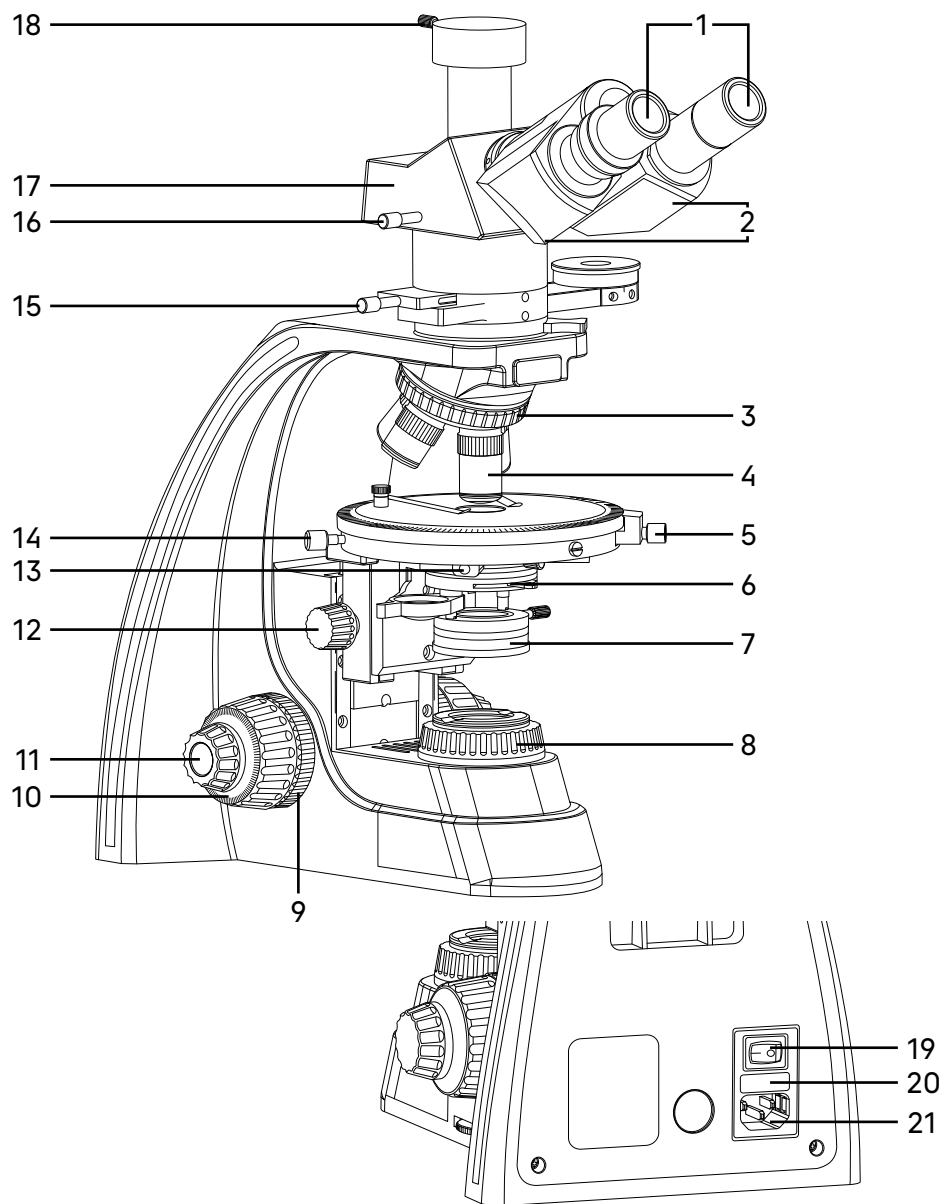
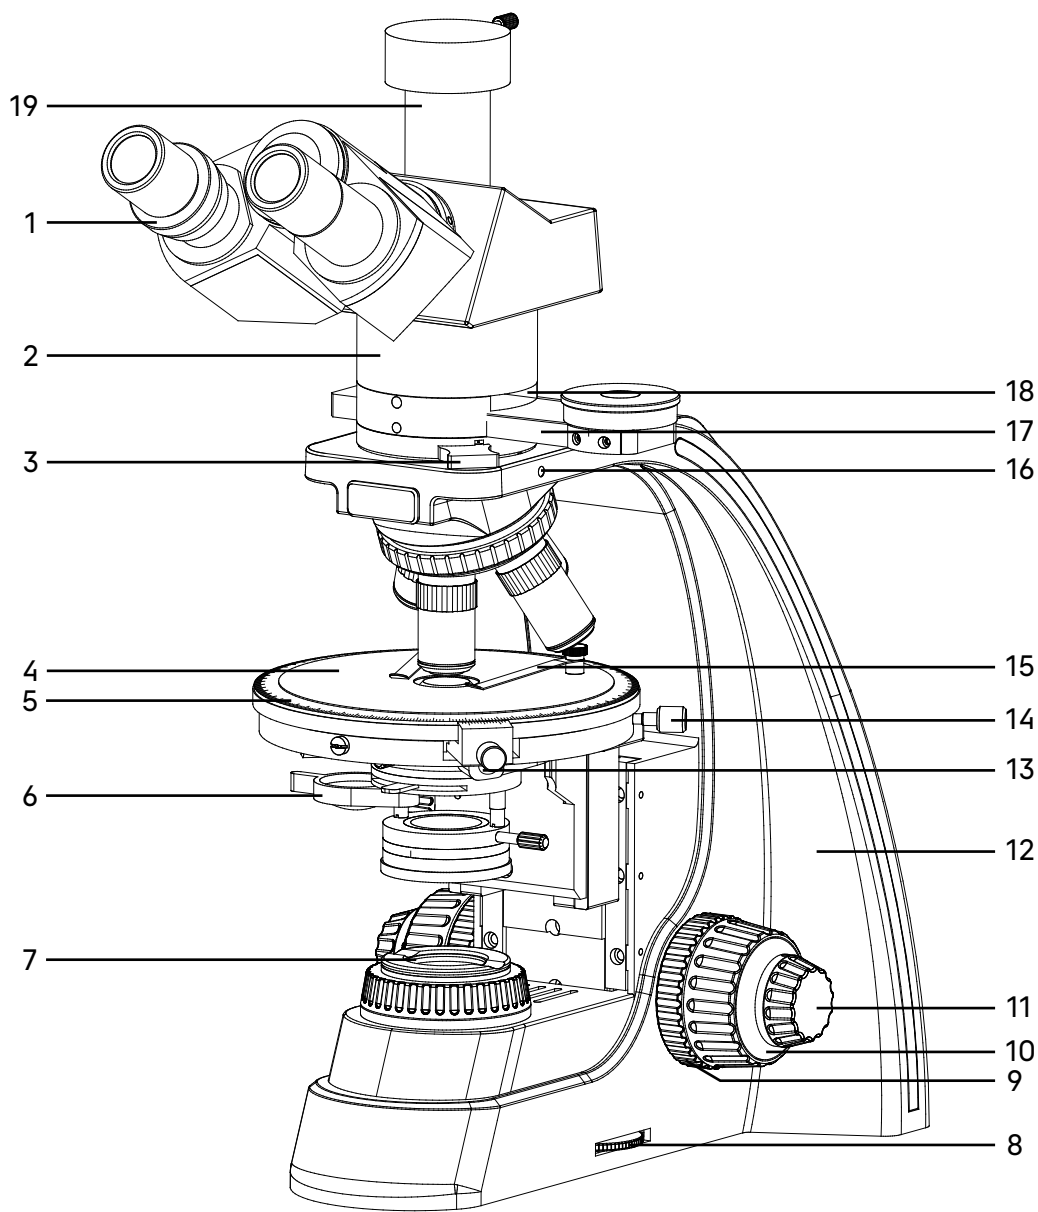

Рис. 1. Микроскоп MAGUS Pol 800. Вид слева
Рис. 2. Микроскоп MAGUS Pol 800. Вид справа
Общий вид микроскопа представлен на рис. 1 и 2.
Штатив 12 (рис. 2) имеет устойчивую эргономичную конструкцию.
- револьвер 3 (рис. 1) с объективами 4 (рис. 1);
- предметный столик 4 (рис. 2);
- кронштейн конденсора (не показан на рис. 1 и 2);
- коллектор в оправе 8 (рис. 1).
На задней стенке штатива расположены выключатель питания 19 (рис. 1), держатель предохранителя 20 (рис. 1) и разъем для сетевого шнура 21 (рис. 1), посредством которого микроскоп подключается к сети переменного тока.
На правой стенке штатива расположен диск регулировки яркости 8 (рис. 2).
Фокусировка на объект осуществляется перемещением по высоте предметного столика. Грубая фокусировка производится вращением коаксиальных рукояток 10 (рис. 1, 2), расположенных по обеим сторонам штатива.
Тонкая фокусировка производится вращением рукояток 11 (рис. 1, 2), расположенных по обеим сторонам штатива. Тонкая фокусировка требуется для более точного фокусирования на объект и для подфокусировки микроскопа на резкость изображения при смене объективов и препаратов. Цена деления тонкой фокусировки – 2 мкм.
Механизм регулировки жесткости хода грубой фокусировки 9 (рис. 2) – кольцо между штативом и рукояткой грубой фокусировки с правой стороны. С помощью кольца регулируется жесткость хода грубой фокусировки так, чтобы жесткость была комфортной для пользователя, но при этом револьвер с объективами не опускался самопроизвольно во время работы.
Механизм блокировки грубой фокусировки 9 (рис. 1) расположен с левой стороны. После завершения грубой фокусировки рекомендуется перевести рычаг в крайнее положение в направлении по часовой стрелке. Таким образом закрепится положение грубой фокусировки для быстрой рефокусировки после смены препарата.
Тринокулярная визуальная насадка 17 (рис. 1) обеспечивает визуальное наблюдение изображения объекта. Визуальная насадка устанавливается в гнездо промежуточной насадки.
В вертикальный тубус 19 (рис. 2) корпуса визуальной насадки (канал визуализации) с помощью переходника C-mount устанавливается система визуализации с монитором. Переключение светового потока на вертикальный тубус производится рукояткой 16 (рис. 1). Рукоятка имеет два положения: 100/0 и 0/100.
В комплект микроскопа входят окуляры 1 (рис. 1) и окуляр с перекрестьем. Окуляры имеют высокое положение выходного зрачка и предназначены для работы как в очках, так и без них.
Револьверное устройство 3 (рис. 2) обеспечивает установку пяти объективов. Свободное отверстие служит для настройки положения лампы осветителя отраженного света и установки дополнительного объектива. Смена объективов производится вращением револьверного устройства за конусную рифленую поверхность до фиксированного положения.